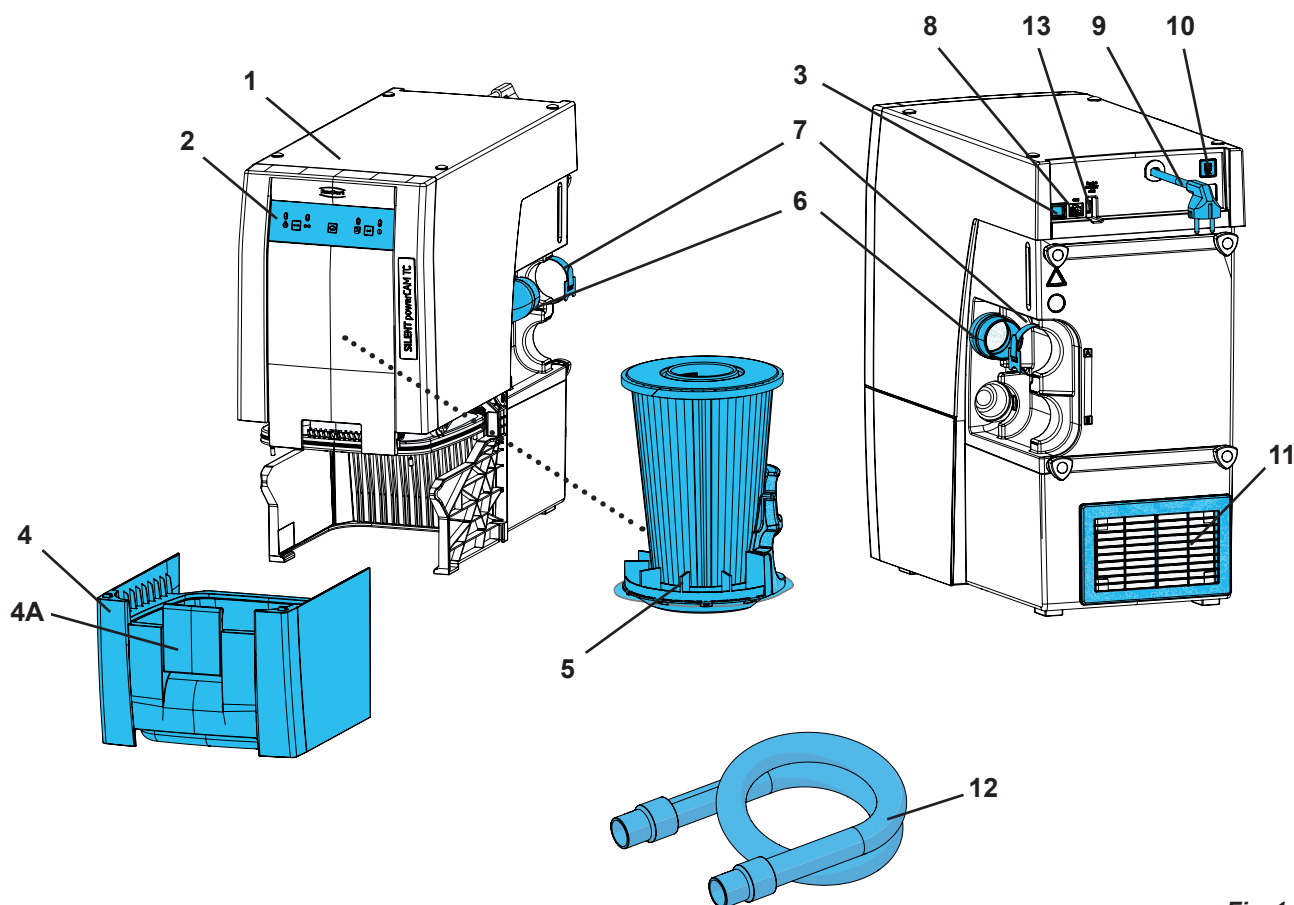

Fig. 1
- L'évacuation de l'air rejeté (11, fig. 1) ne soit pas entravée.
- Conduite externe d'évacuation d'air (A) (voir chap. 4.6).
- Ouverture d'au moins 250 x 120 mm dans le panneau arrière de l'armoire (B), directement en face de l'évacuation de l'air rejeté (11, fig. 1).
- Enlever le panneau arrière de l'armoire (C), espace entre le dos de l'armoire et le mur : min. 50 mm.
⇒ Éteindre l'appareil en appuyant sur le commutateur marche/arrêt (3, fig. 1).
⇒ Dérouler le câble secteur (9, fig. 1) et brancher la fiche secteur dans la prise de courant du bâtiment.